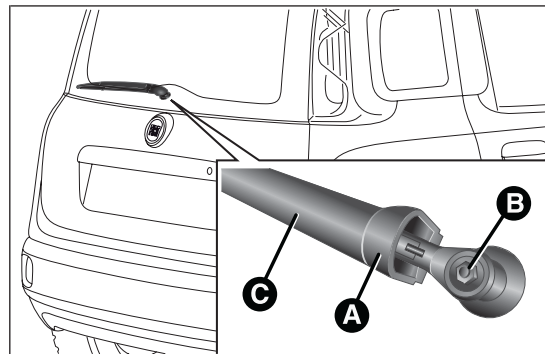

fig. 153
- ☐ levantar la tapa A fig. 153, aflojar la tuerca B y retirar el brazo C;